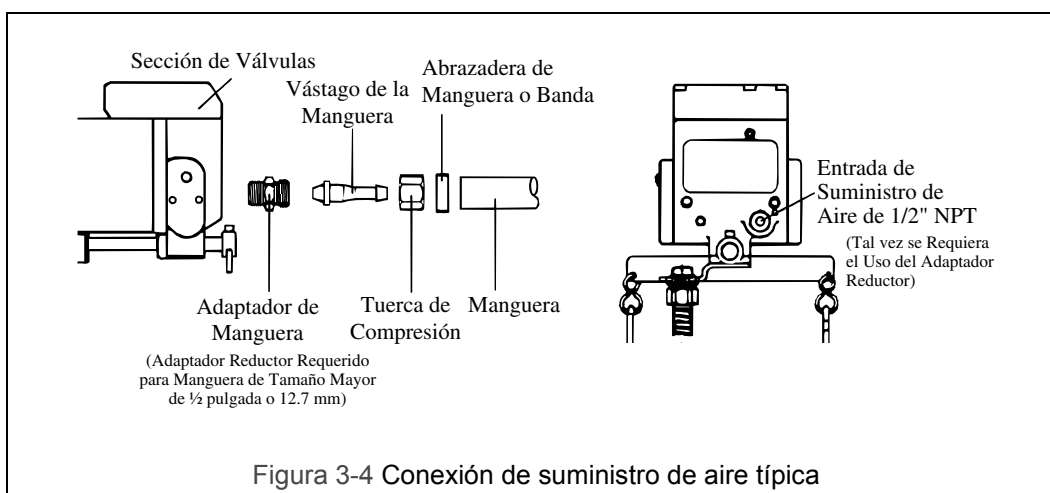

Figura 3-4 Conexión de suministro de aire típica
- 3.8.5 Haga las conexiones al suministro de aire; consulte la Figura 3-4. Use un adaptador reductor en la sección de válvulas del polipasto/tecle de cadena para mangueras de más de 12.7mm (1/2").